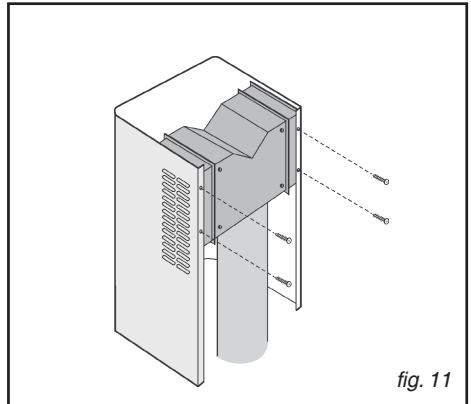

fig. 11
- Befestigen Sie einen Schlauch (Durchmesser 125 mm) an der Umluftweiche und sichern Sie ihn mit Hilfe einer Metallschelle (Rohr und Schelle werden nicht mitgeliefert); befestigen Sie die Umluftweiche am oberen Rohr (Abb. 11) mit 4 Schrauben.